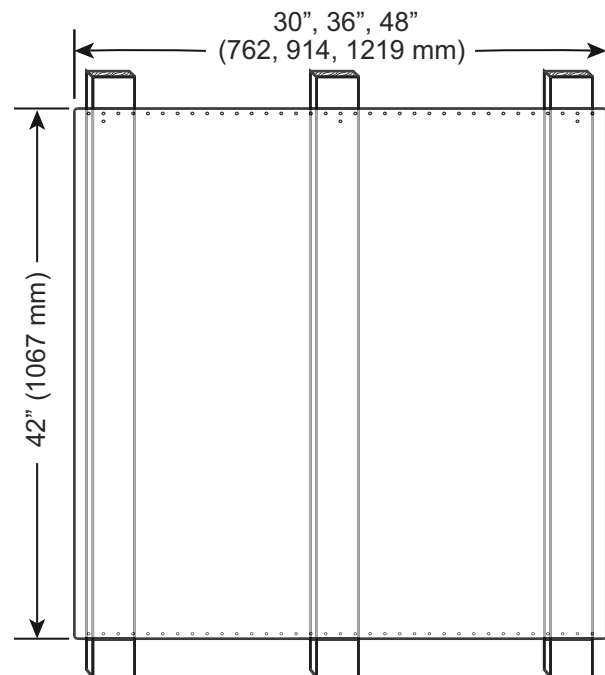

Figure 14 : Installation du dossieret de protection
3. Utilisez deux vis fournies pour fixer le haut et le bas du dossieret de protection dans chaque montant de cloison (voir *Figure 14*).